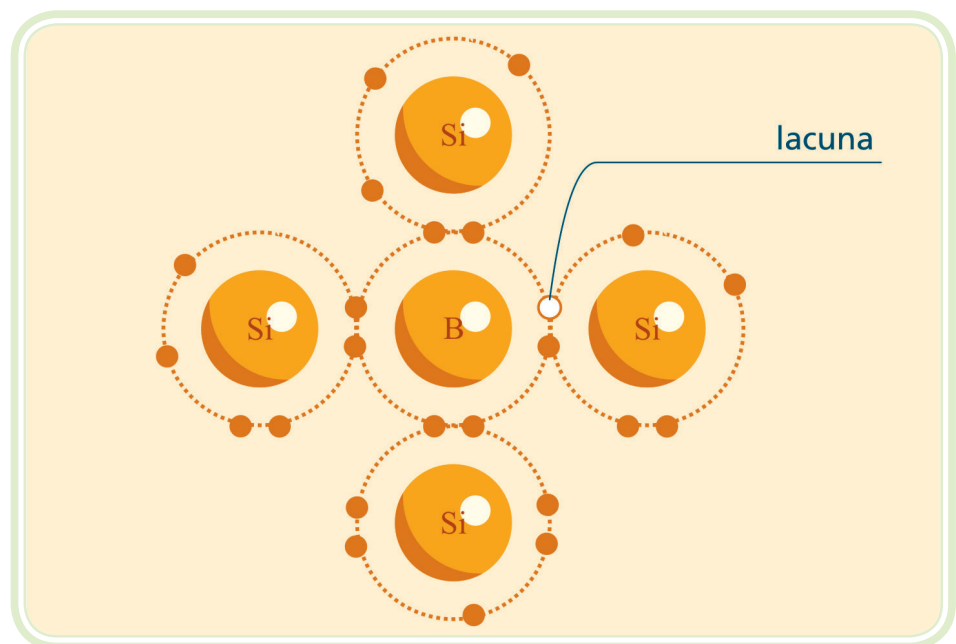

Figura 2.5: Cristal tipo P
b) Semicondutor tipo P – o cristal que foi dopado com impureza aceitadora é chamado semicondutor tipo P, onde P está relacionado com positivo. Como as lacunas excedem em número os elétrons livres num semicondutor tipo P, as lacunas são chamadas portadores majoritários e os elétrons livres, portadores minoritários (Figura 2.5).